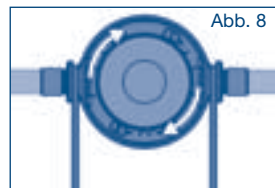

Abb. 8
2. Es gibt vier Einstellmöglichkeiten für den Bypass. Die werkseitige Bypass-Einstellung ist „2“. Der Bypass/Verschnitt kann durch Drehen der Kappe am Filterkopf eingestellt werden (siehe Abb. 8). Die Kappe nach links oder rechts drehen bis die Markierung auf den gewünschten Wert zeigt und die Kappe einrastet.